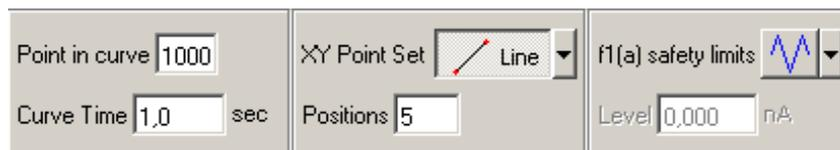

Рис. 8-27
4. Задайте число точек в кривой и время снятия зависимости (Рис. 8-27). Рекомендуемое время снятия зависимости **Curve Time** – 1 секунда.